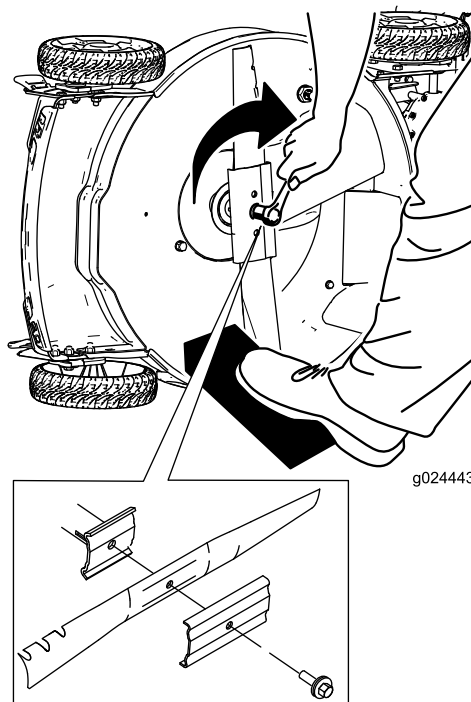

Figure 26
5. Montez la lame neuve en vissant le boulon dans le sens horaire (Figure 26).